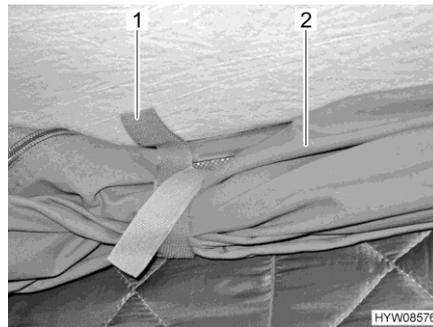

Fig. 25 Pattes de retenue
- Ouvrir les pattes de retenue (Fig. 25,1) sur la toile de tente enroulée (Fig. 25,2).
- Enrouler la toile de tente (Fig. 25,2) et la fixer avec les pattes de retenue (Fig. 25,1).